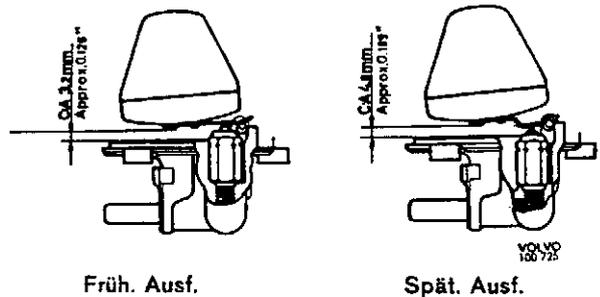

Abb. 27
5. Schwimmerventil kontrollieren und befestigen, siehe Abb. 27. Schwimmer und Deckel anbringen. Schwimmerkammer und Leitung an der Düse befestigen.
Dieser Vergaser ist verhältnismäßig unempfindlich gegen Veränderungen des Schwimmerniveaus. Als Richtwert für das richtige Niveau kann die Lage des Schwimmers anhand der Maße auf Abb. 27 kontrolliert werden.